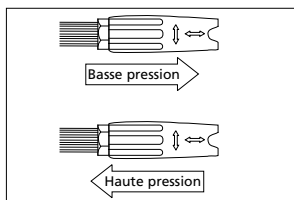

Figure 8 - Réglage de la buse
Figure 8 et appliquer le détergent pour couvrir la surface de nettoyage complètement.
3. Pour aspirer le savon/détergent, lâcher la gâchette et glisser la buse dans la position basse pression (Voir Figure 8). L'aspiration de détergent fonctionnera SEULEMENT avec la buse dans la position basse pression. Ceci permet aussi l'application de détergent sans beaucoup de perte causée par la surpulvérisation.